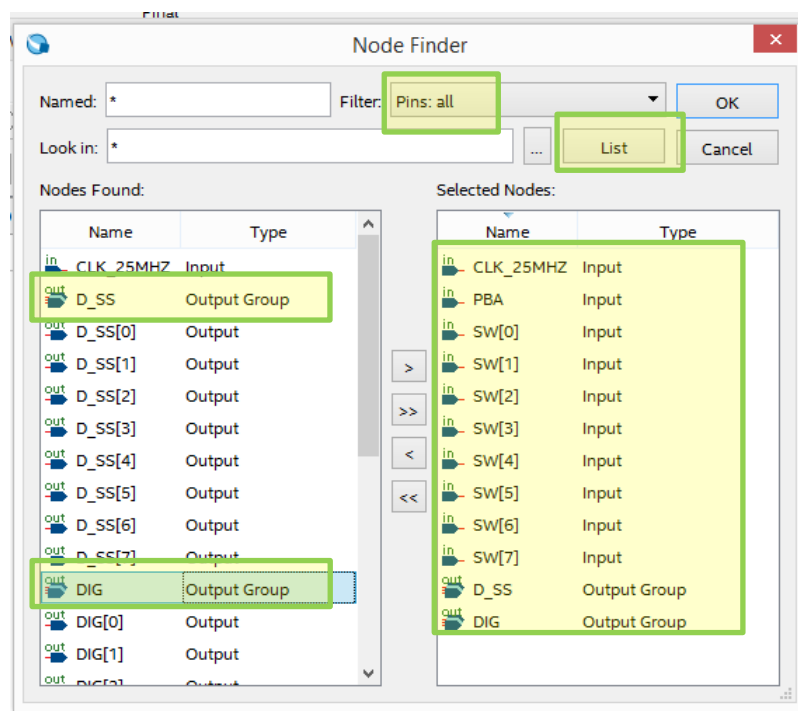

Рис.48 Выбор сигналов для симуляции
8.5. Задайте в колонке **Name** редактора эпюр имена выводов и сигналов проекта. Для этого выполните: **Edit-> Insert-> Insert Node or Bus** (или в поле колонки «Name», кликните ПКМ и выберите из выпадающего списка «**Insert Node or Bus**»). В появившемся окошке выберите «**Node Finder...**». Далее в появившемся окошке **Node Finder** (рис. 48) в окошке **Filter** выберите «**Pins: all**», нажмите «**List**».